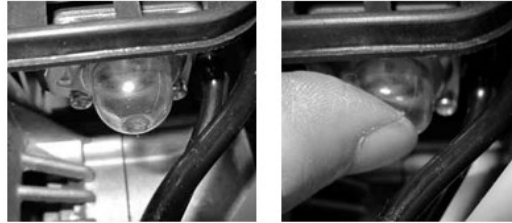

Fig.12
- 1) Drücken Sie mehrmals auf den Primerzylinder, bis er sich mit Kraftstoff füllt. (Abb.12)